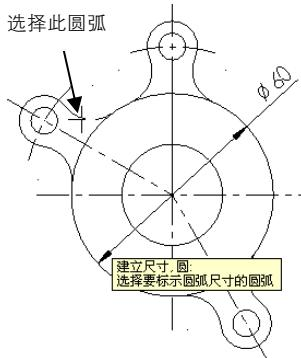

图 5-38 选取圆弧
④ 根据系统提示“建立尺寸，圆：选择要标注圆弧尺寸的圆弧”，在绘图区内选择如图 5-38 所示的圆作为圆弧标注图素。